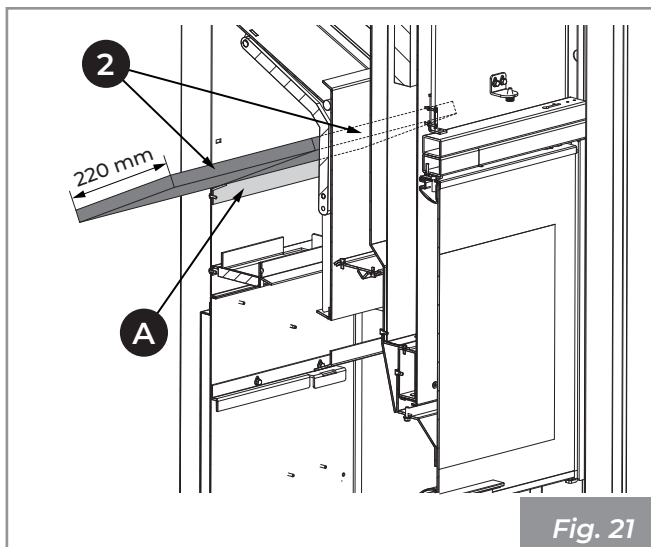

Fig. 21
- 4) Colocar los paneles (2) apoyándolos en el respectivo soporte (A) (Fig. 21).